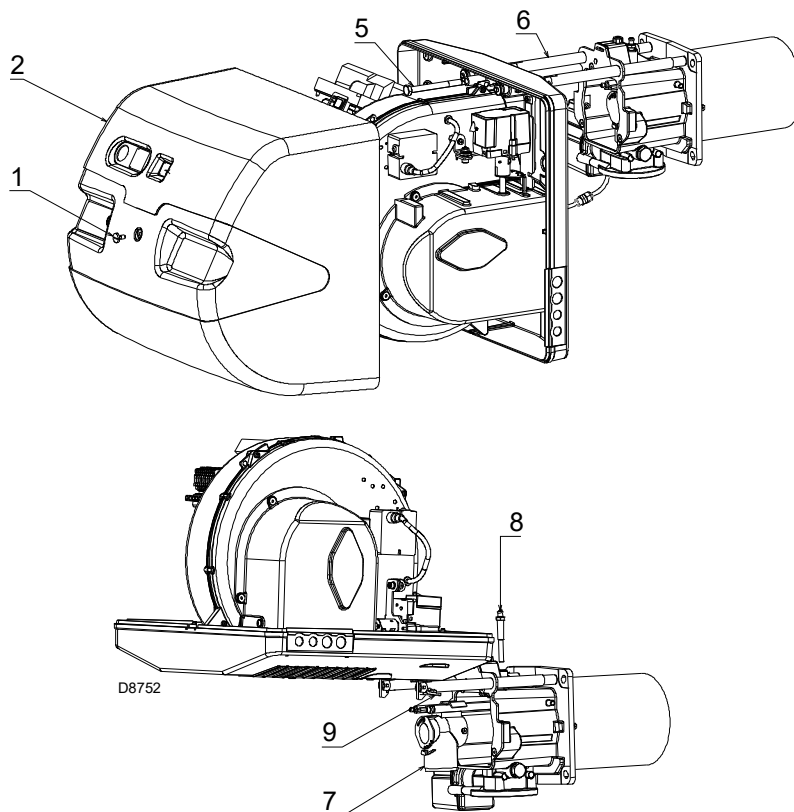

Abb. 36
- Die Schrauben 1)(Abb. 36) lockern und die Haube 2) abnehmen;
- Die Schraube 5)(Abb. 36) und den Splint 9) entfernen sowie den Brenner auf den Führungen 3) um etwa 100 mm zurückschieben.
- Den Splint 9)(Abb. 36) herausziehen und den Brenner bis 100 mm zur Muffe schieben
- die Schraube 5)(Abb. 36) und den Splint 9) wieder anbringen sowie die Kabel von Fühler und Elektrode vorsichtig nach außen ziehen, bis sie leicht gespannt sind.